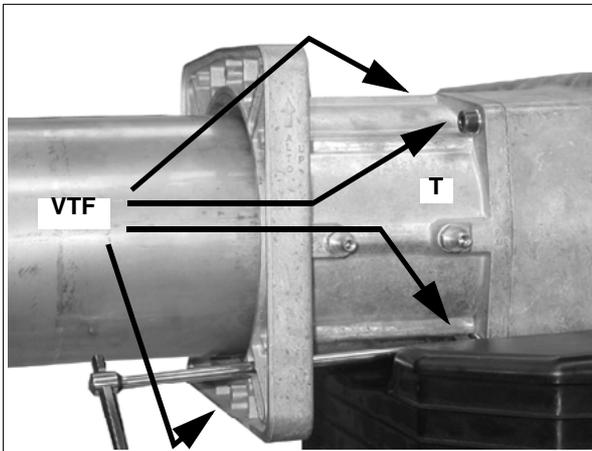

Fig. 19
- 2 Desmontar el botín embridado T extrayendo los 4 tornillos de cabeza hexagonal VTF (Fig. 19).